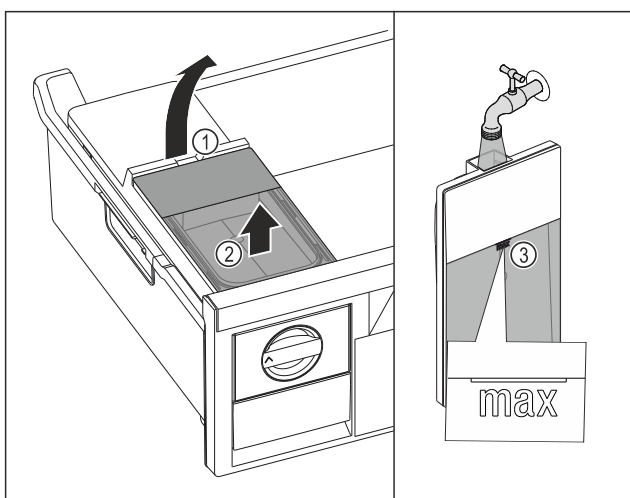

Fig. 109
- ▶ Dvignite rezervoar za vodo dvignite za izrez Fig. 109 (1).
- ▶ Rezervoar za vodo odstranite v smeri navzgor. Fig. 109 (2)
- ▶ Rezervoar za vodo napolnite s pitno vodo do oznake Fig. 109 (3).